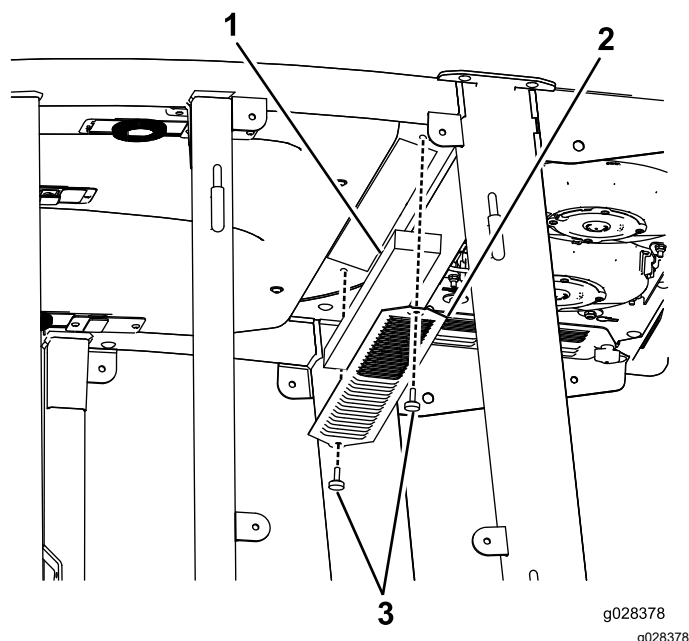
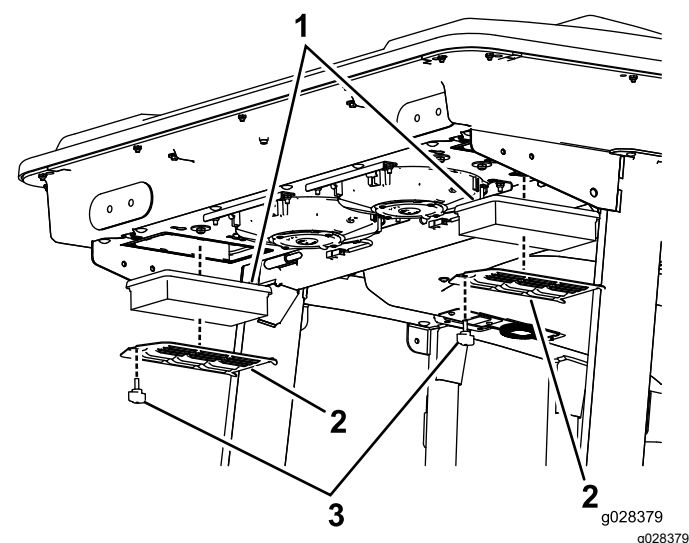
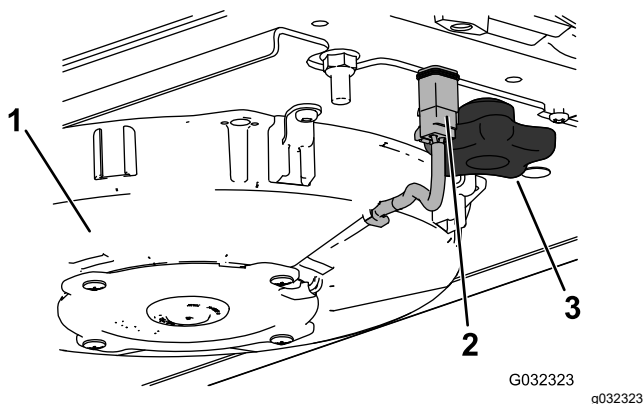
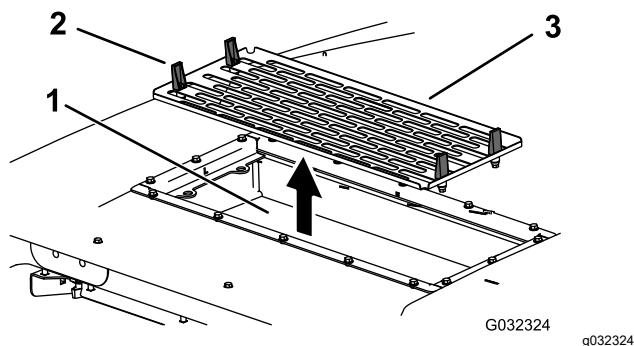

Figura 145
Figura 146
Figura 148
Figura 149
1. Retire los tornillos y las rejillas del filtro que está en el interior de la cabina y del filtro que está detrás de la cabina (**Figura 145** y **Figura 146**).
- Retire los filtros de aire (ver Figura 146).
- Instale los filtros de aire, la rejilla y el conjunto de ventilador (Figura 146, Figura 148 y Figura 149).
- Conecte el cable de cada ventilador (Figura 148).